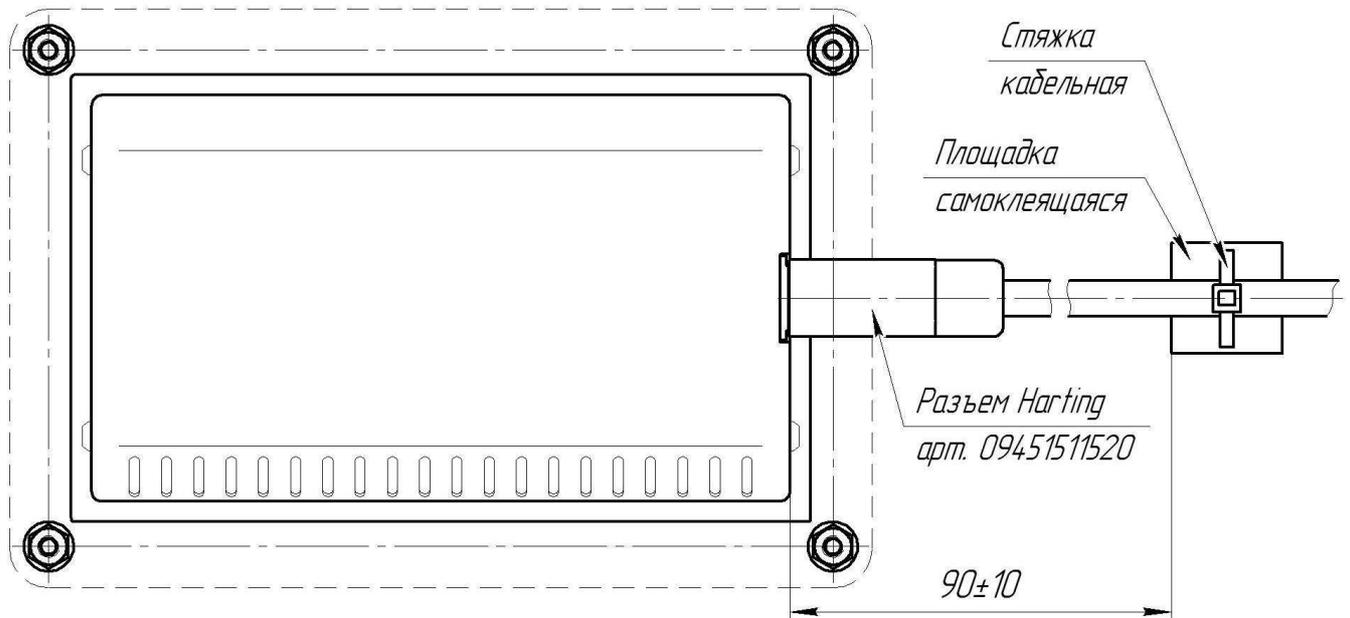

Рис.2 Установка ПН-2. Вид сзади
4.5.2 Произвести подключение панели согласно п.4.3. Зафиксировать разъемное соединение, используя самоклеющуюся площадку и стяжку из комплекта поставки, (см.рис.2).